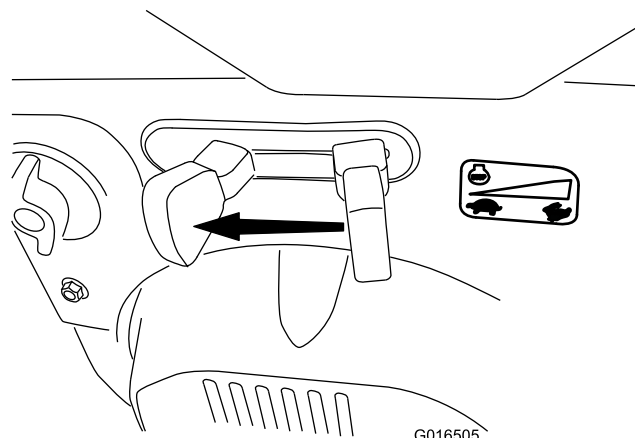

Рисунок 27
1. Для остановки двигателя переведите дроссельную заслонку в положение SLOW (Медленно), а затем в положение STOP (Останов) (Рисунок 27). Двигатель также можно остановить, переместив ключ зажигания наружу, в среднее положение.